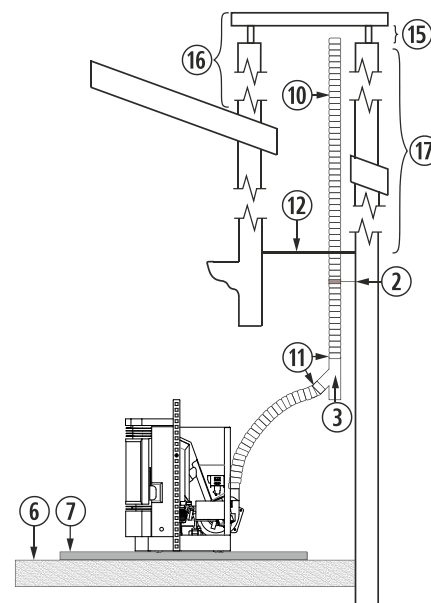

Figura 17
**4.31.** L'installazione di una stufa ad incasso in un caminetto può essere realizzata in completa totalità in un tubo flessibile, così come è indicato nella figura 17. Dobbiamo prestare speciale attenzione al momento di realizzare l'isolamento tra il caminetto e il tubo di fuoriuscita di gas per evitare possibili arretramenti di gas in caso di tormenta.
②	Collare di fissaggio in acciaio inox.
③	Giunto a "T" a 90° con filtro.
⑥	Pavimento in legno.
⑦	Protezione non infiammabile.
⑩	Tubo in acciaio inossidabile flessibile.
⑪	Manicotto d'unione tra flessibile e rigido.
⑫	Isolante anti -arretramento.
⑮	Minimo 200mm.
⑯	Deve superare di 1 metro il tetto.
⑰	Se superiore a 8m aumentare le dimensioni.